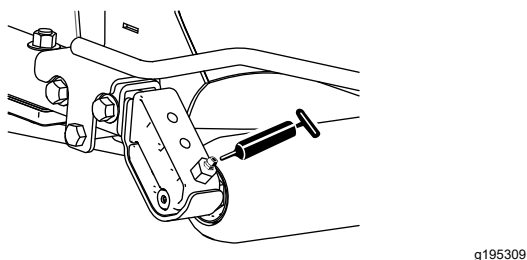

Figura 45
- 2 (por unidad de corte) cojinetes de rodillo trasero (Figura 45)